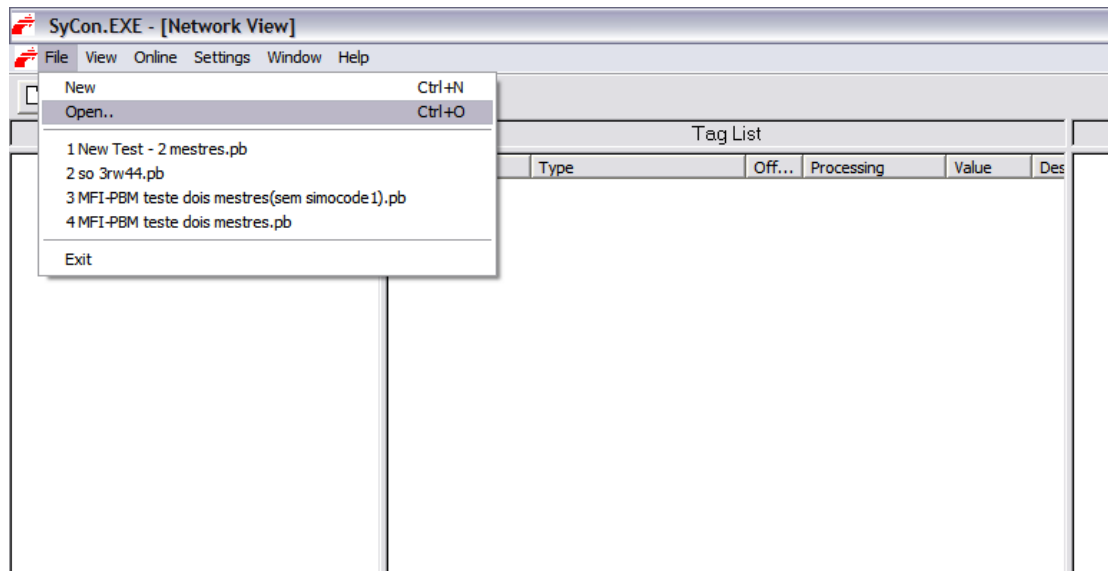

Figura 3.4.1 – Exemplo de configuração no SyCon
- 1) Abra o arquivo, clicando em *File->Open*. Depois selecione o arquivo com extensão .pb gerado anteriormente e clique em OK. No nosso exemplo, colocaremos uma configuração da Figura 3.4.1;